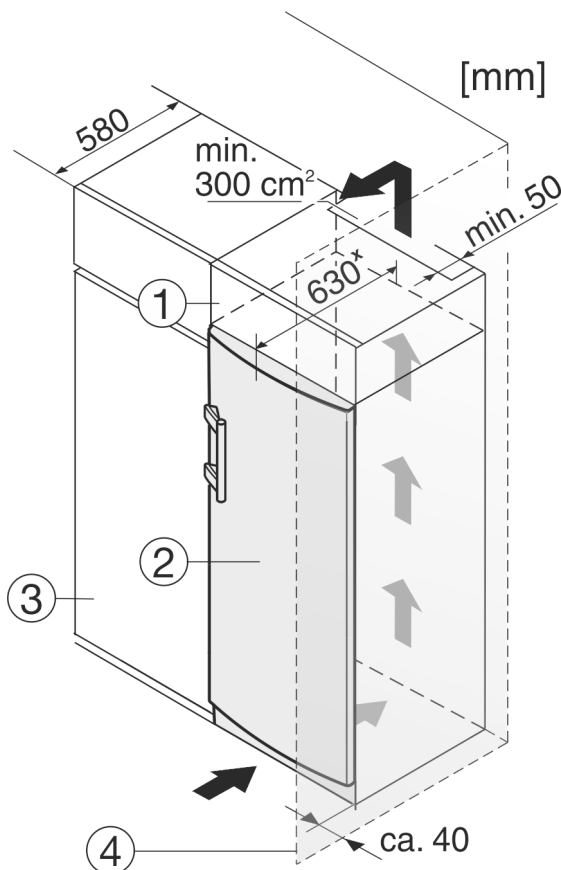

Fig. 12
- (1) Aufsatzschrank (3) Küchenschrank
(2) Gerät (4) Wand
Das Gerät kann mit Küchenschränken umbaut werden. Um das Gerät Fig. 12 (2) der Küchenzeilenhöhe anzugleichen, kann über dem Gerät ein Aufsatzschrank Fig. 12 (1) angebracht werden.
Beim Umbau mit Küchenschränken (Tiefe max. 580 mm) kann das Gerät direkt neben dem Küchenschrank Fig. 12 (3) aufgestellt werden. Das Gerät steht seitlich 34 mm * und in der Gerätemitte 50 mm * gegenüber der Küchenschrankfront vor.
Wenn das Gerät mit den Scharnieren neben einer Wand Fig. 12 (4) aufgestellt wird, muss der Abstand zwischen Gerät und Wand mindestens 40 mm betragen. Dies entspricht dem Griffüberstand bei geöffneter Tür.